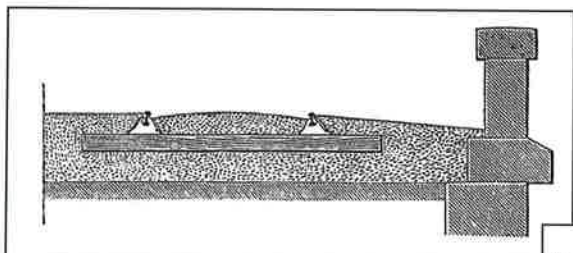

Figure 6, échelle du plan : 15/1000. Profil de voie sur un ouvrage d'art.
Il est résulté de l'enquête (34) qu'on ne peut compter sur un contrôle de route facile qu'en donnant aux tunnels une ouverture de 8 mètres entre les piédroits, et aux viaducs en dessous une largeur de 8 mètres entre les parapets (fig.6).